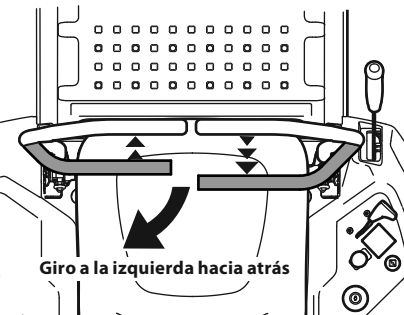

Figura 29
1. Para girar a la izquierda mientras se desplaza marcha atrás, mueva la palanca de control del lado izquierdo hacia adelante respecto de la palanca derecha. Consulte la Figura 29.